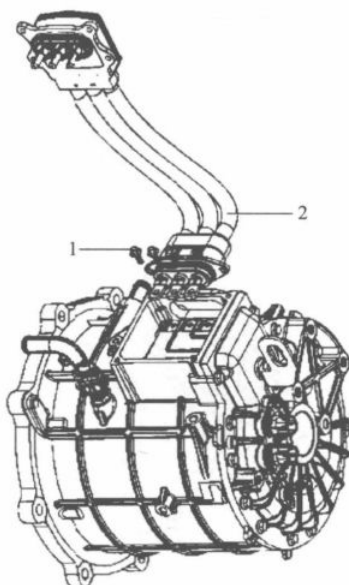
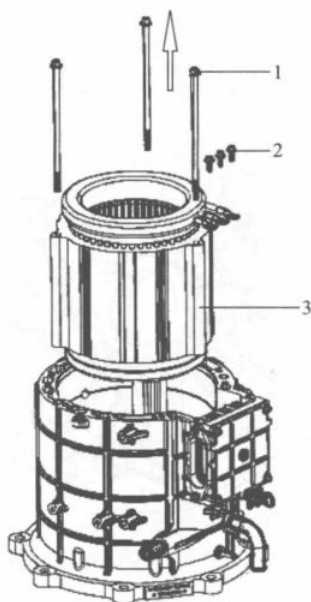

图 1-1-8
图 1-1-9
(10) 三相动力线束拆卸与安装
- ① 拆卸前。将电机平放于工作台上,使其平稳放置,确保拆分时的电机安全。
- ② 拆卸维修。当三相动力线束需要维修时,先对接线盒盖进行拆卸。用扳手将固定三相动力线束和接线座铜排的螺栓 1 拧下。将固定三相动力线束法兰的 M6×16 六角头螺栓拧下,拔出三相动力线束 2 维修。(拔出时注意不要损坏三相动力线束)(图 1-1-8)。
③ 维修完毕后,再将三相动力线束涂抹润滑油装入箱体。将 M6×16 六角头螺栓涂螺纹胶固定三相动力线束法兰。然后用螺栓 1 将三相线端子固定在接线座铜排上。
④ 再对接线盒盖进行安装。安装盒盖时,先在箱体接合面处涂抹上密封胶,然后用扭力扳手将 M6×16 螺栓扭紧。
(11) 电机定子拆卸与安装
- ① 当电机定子损坏需要维修时,就要把电机定子取出。
- ② 拆卸维修。用扳手将固定接线座铜排和定子引出线的螺栓 2 拧下(图 1-1-9)。用扳手将固定定子六角头螺栓(M8×194) 1